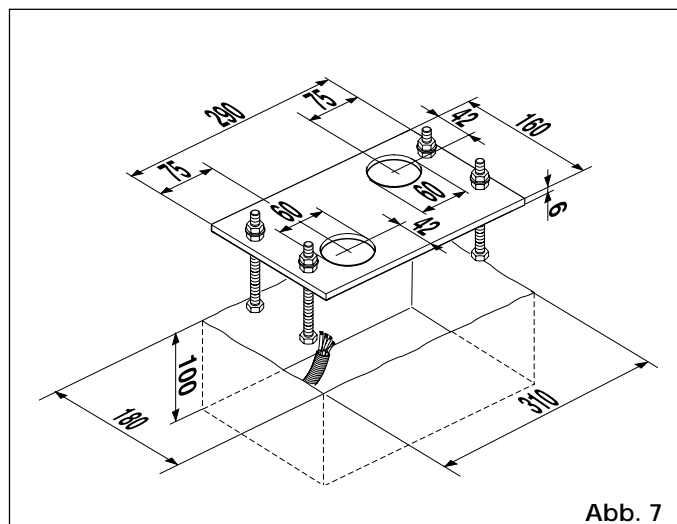

Abb. 7
- 3) Fundament gem. Abb. 7 herstellen und beim Einmauern der Fundamentplatte ein bzw. mehrere Schutzrohre zum Verlegen der elektrischen Kabel einziehen. Mit einer Wasserwaage die Ebenheit der Fundamentplatte überprüfen. Solang warten, bis der Zement abgebunden hat.